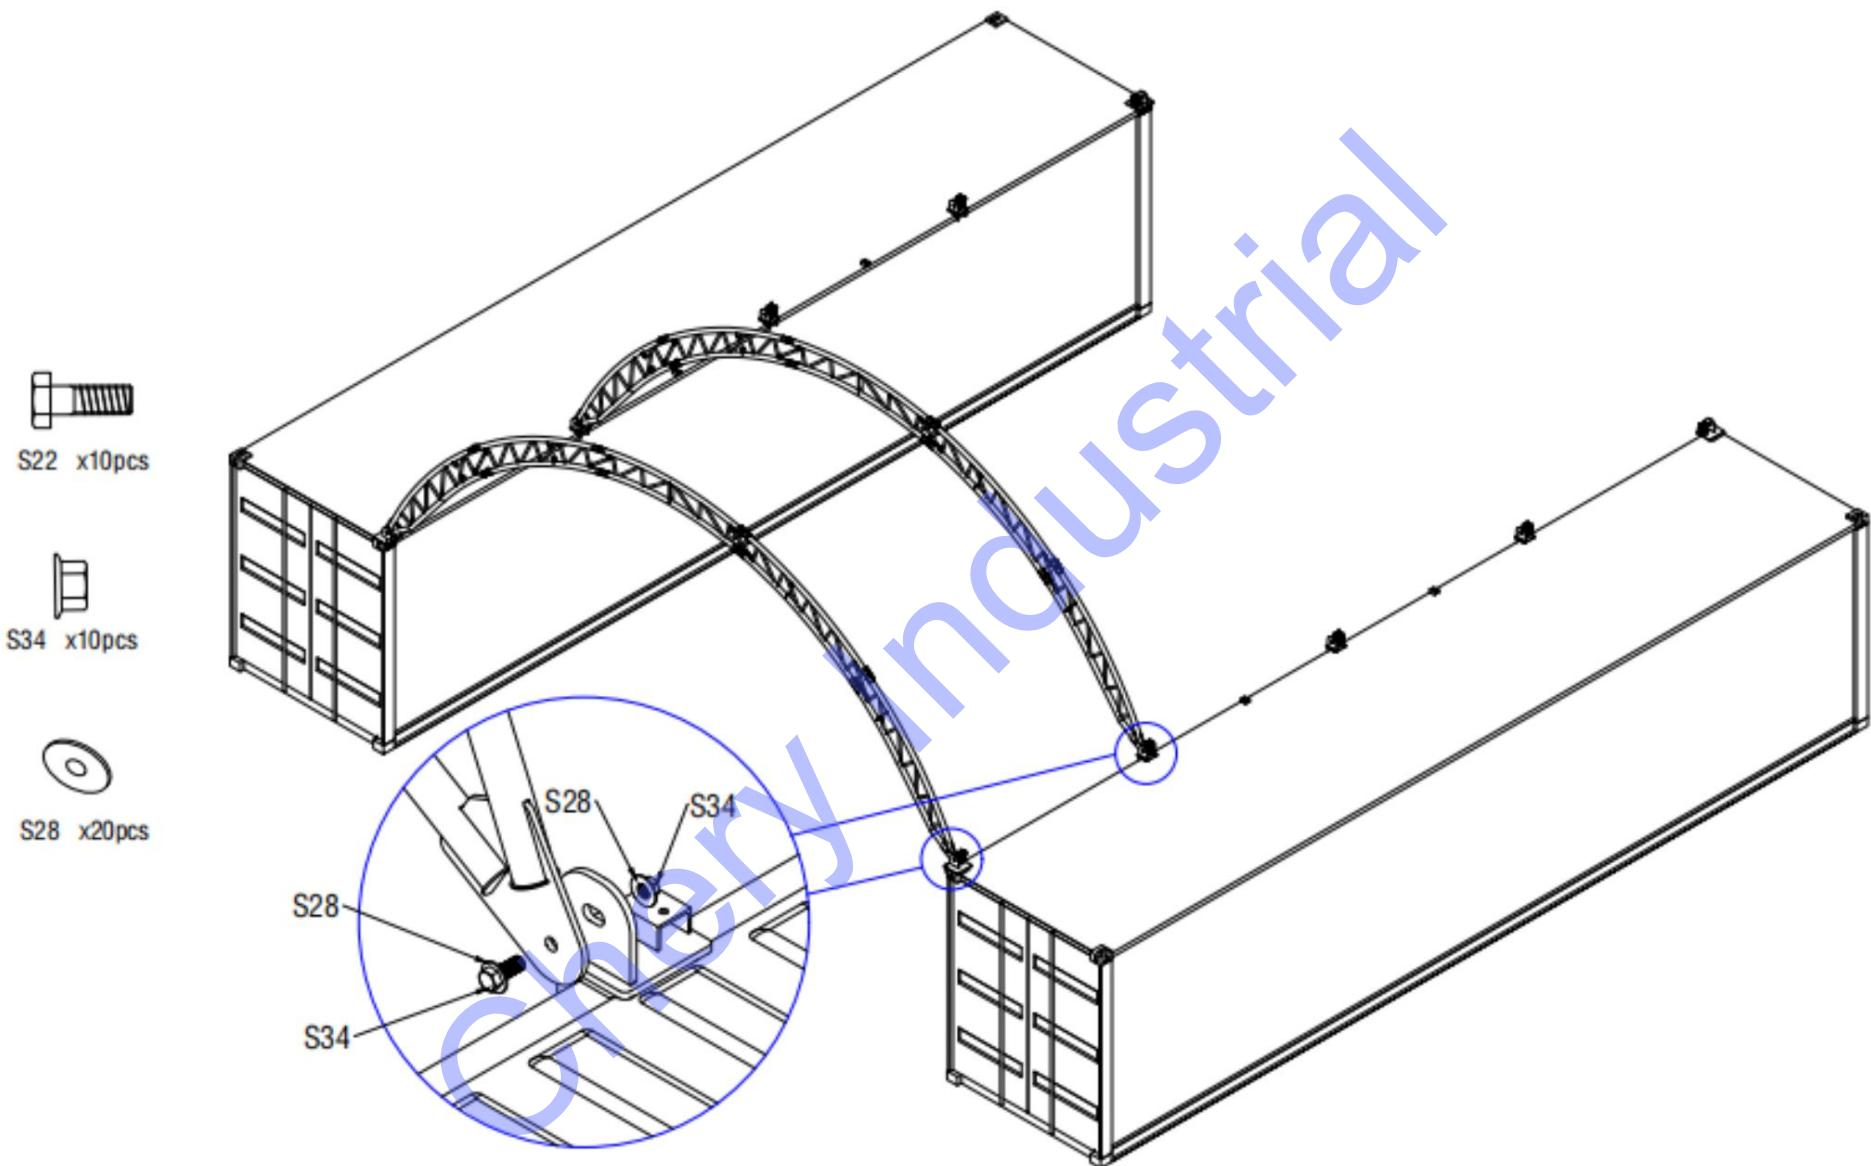

Figure 4
2.3 Soulevez une arche assemblée sur une plaque de base et connectez l'arche à la plaque de base à l'aide du boulon M20x60mm (pièce n° S22). et forcez l'autre extrémité de l'arche sur la plaque de base opposée de la même manière que le montre la figure 4.